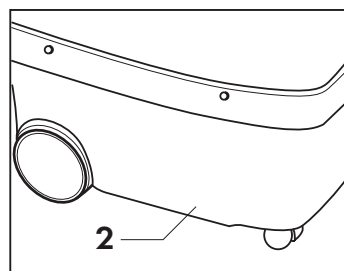

Abb. 9
Um eine einwandfreie Absaugung zu gewährleisten, 2,5 Liter Wasser in den Schmutzwasserbehälter (2) geben. Dadurch wird die Luft filtriert und die Schmutzpartikeln (Staub, Keime usw.) bleiben im Behälter zurück. Die angegebene maximale Menge nicht überschreiten. (**Abb. 9**)